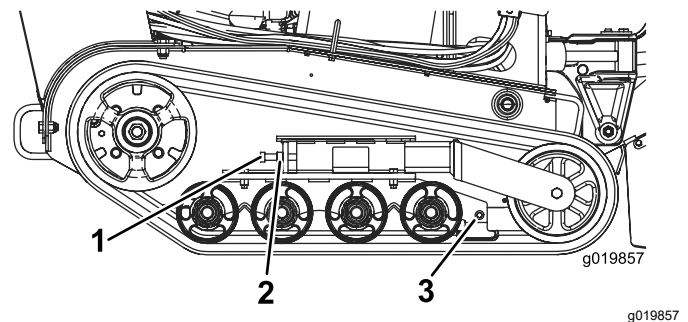

Figura 46
3. Afloje la contratuerca del perno tensor de la oruga, y los pernos de fijación del brazo tensor (Figura 46).
4. Apriete el perno tensor a entre 32,5 y 40 N·m para tensar la oruga (Figura 46).
4. Afloje el perno tensor y la contratuerca (Figura 46).